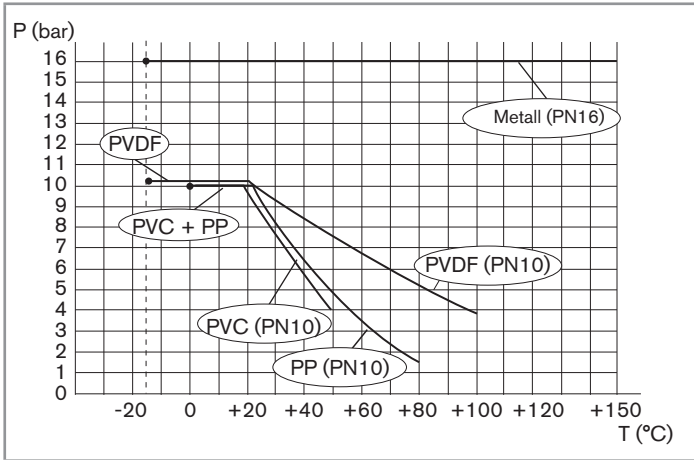

Bild 5: Druck-Temperatur-Abhängigkeitskurven der Flüssigkeit, für die verwendeten T-Fittings selbst
- Je nach Art der Werkstoffe des Fittings (siehe Bild 5) und dem verwendeten Messgerät (siehe die entsprechende Bedienungsanleitung) die Druck-Temperatur-Abhängigkeit der Flüssigkeit beachten.